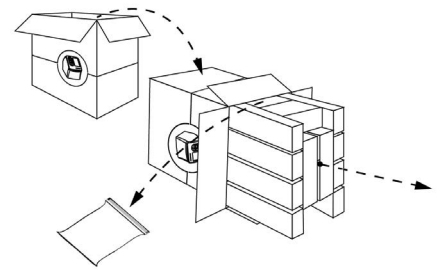

Figura 3
4. Vire a caixa de lado (Figura 3).
5. Deslize lentamente o instrumento e a espuma circundante para fora da caixa utilizando o tubo marrom que se encontra entre os painéis de espuma (Figura 3).
6. Remova a bolsa de acessórios e coloque-a de lado (Figura 3).